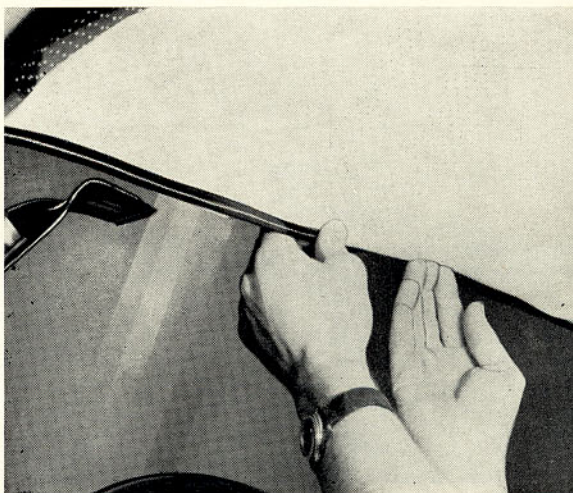

Bild 74. Plastlist vikes om och monteras
7. Vik om plastkanten och montera ovanför vindrutan enl. bild 74.